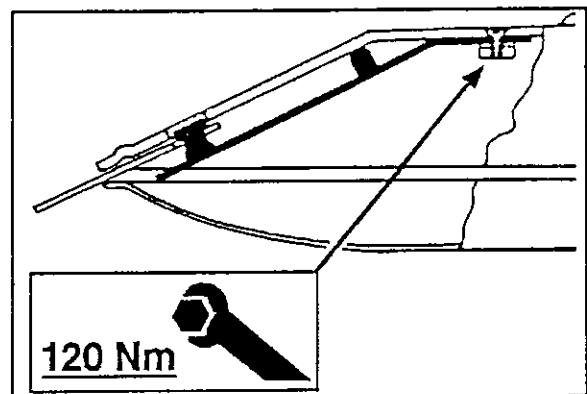

Bild 4-39
- Neue Blattfeder mit einem Anzugsmoment von 120 Nm befestigen (Bild 4-39).